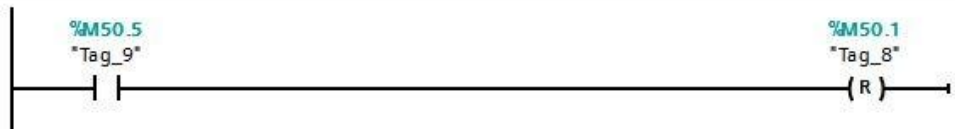

图 4-4 接收“读参数”请求的响应功能块定义
按同样方法插入“RDREC”功能块后，按图 4-3、图 4-4 定义这两个功能块。管脚定义①“INDEX”为通道号 47；②“ID”为通讯地址，该地址为 S120 电机模块的诊断地址，如图 4-2 所示；③“LEN/MLEN”数据记录长度可不填，按源区域“RECORD”的选定长度处理；④“RECORD”指定数据记录的目标区域，本示例中“WRREC”和“RDREC”的“RECORD”分别定义在“DB3”和“DB4”中，详细定义见图 4-5 和图 4-6。
(1) 使用标志位 M50.0 及功能块“WRREC”将读请求(数据集为 DB3 开始的 10 个字节)发送至驱动器，将 M50.0 设定为数值 1 启动读请求，当读请求完成后利用 M50.2 将该请求置 0，结束该请求。ERROR = 1 表示执行此功能块时有错误产生，而 STATUS 指示功能块执行状态或错误信息。
(2) 使用标志位 M50.1 及功能块“RDREC”读取参数的请求响应(数据集为 DB4 开始的 10 个字节)，将 M50.1 设定为数值 1 读取参数请求的响应，请求完成后利用 M50.5 将该请求置 0，结束该请求。ERROR = 1 表示执行此功能块时有错误产生，而 STATUS 指示功能块执行状态或错误信息。